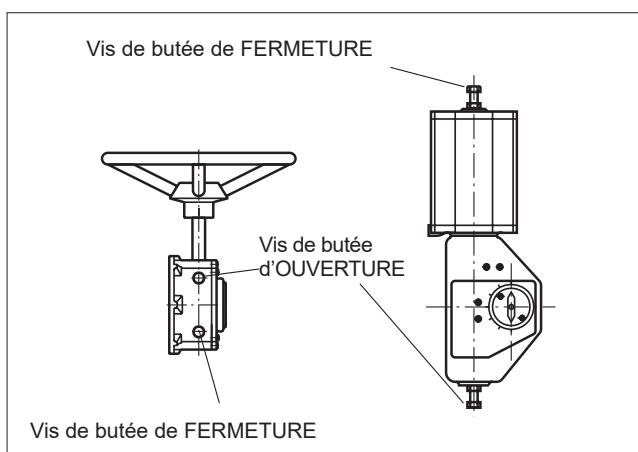

Fig. 30 Réglage des positions extrêmes d'ouverture et de fermeture d'un actionneur M
- Ajuster les positions extrêmes d'ouverture et de fermeture à l'aide des vis de butée situées aux extrémités du boîtier de l'actionneur (cf. fig. 30).